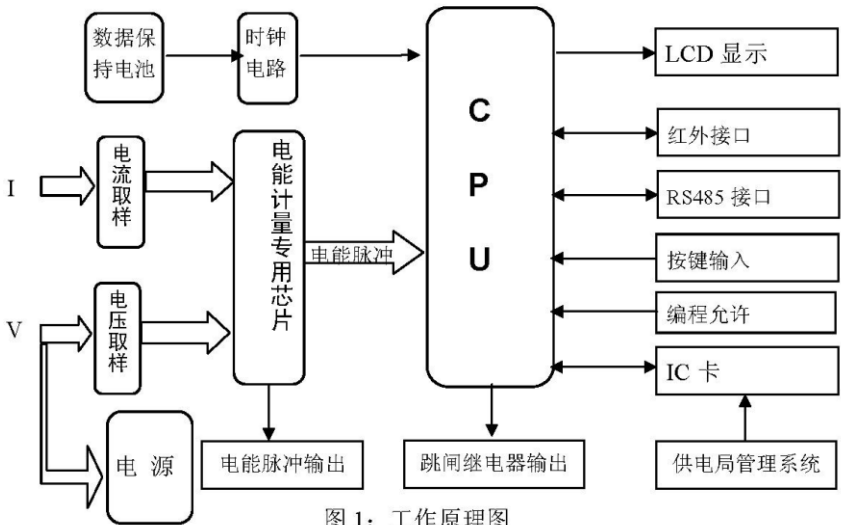

图 1：工作原理图
该仪表工作原理如图1所示。
8.2 仪表应安装在室内通风干燥的地方, 用三个螺钉固定, 按图1所示的安装尺寸在底板上先钻好孔, 底座应固定在坚固、耐火、不易震动的物体上, 确保安装使用安全、